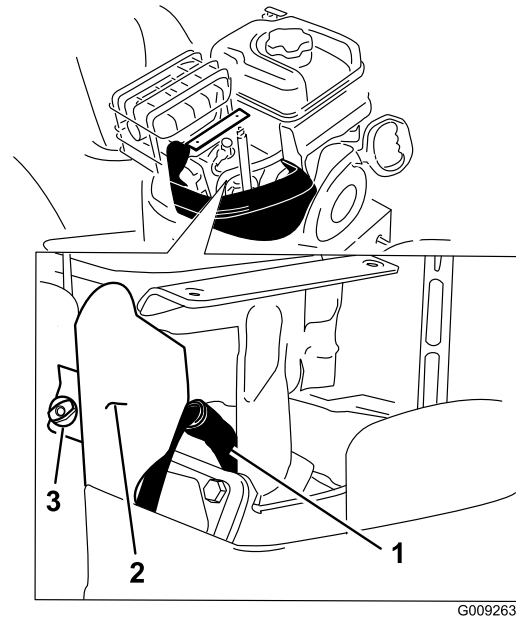

**Figura 43**
**Nota:** Per accedere alla candela, rimuovete prima il cofano superiore (Figura 43).
1. Rimuovete la manopola dello starter e la chiave di accensione (Figura 43).
2. Togliete le 2 viti che fissano il cofano superiore allo spazzaneve (Figura 43).